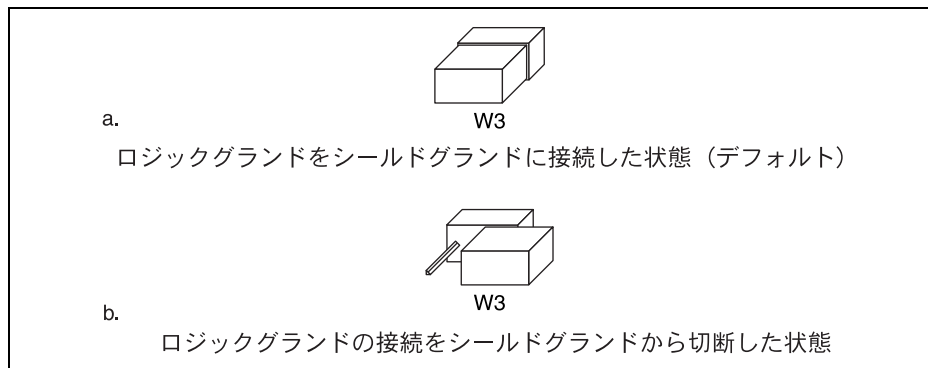

図 2 AT-GPIB/TNT のグランド設定ジャンパの設定
2. このジャンパを取り外し、図 2 のように、ジャンパピン 1 本だけを覆うように差し込みます。